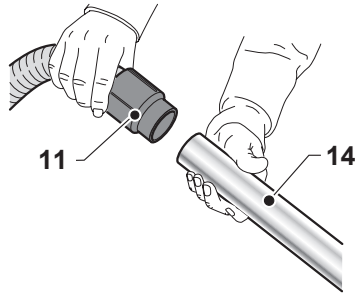

Fig. 7
- Se in dotazione, unire al tubo flessibile (11 Fig. 7) la prolunga rigida (14 Fig. 7) e quindi l'accessorio voluto (bocchetta di aspirazione, bocchetta pavimenti ecc. Fig. 8).